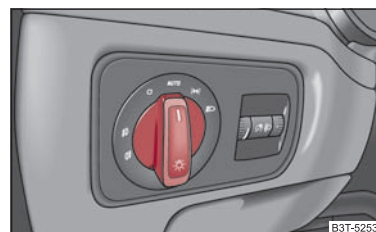

Abb. 47 Schalttafel: Lichtschalter
- Drehen Sie den Lichtschalter ⇒ Abb. 47 in Stellung **AUTO**.
- Drehen Sie den Lichtschalter ⇒ Seite 63, Abb. 47 in Stellung **AUTO**.